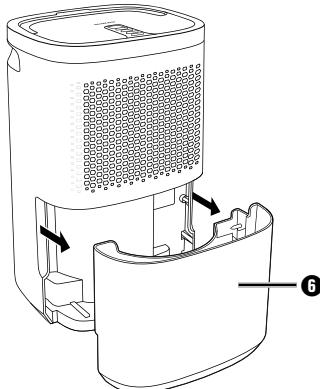

Abb. 1
- ◆ Ziehen Sie den Wassertank ⑥ vorsichtig an den seitlichen Griffmulden aus dem Gerät heraus (siehe Abbildung 1).